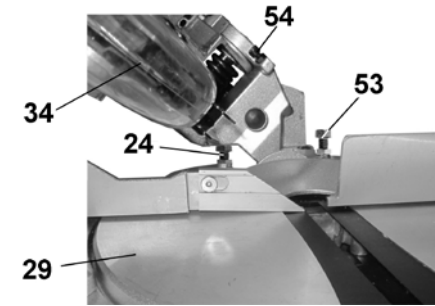

Рис. 8
9.5. Регулировка глубины пропила (Рис. 8)